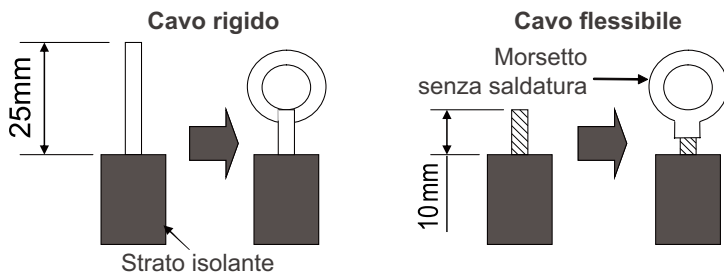

Fig.13
(1). Per cavi rigidi (Fig.13)
(2). Per cavi flessibili (Fig.13)